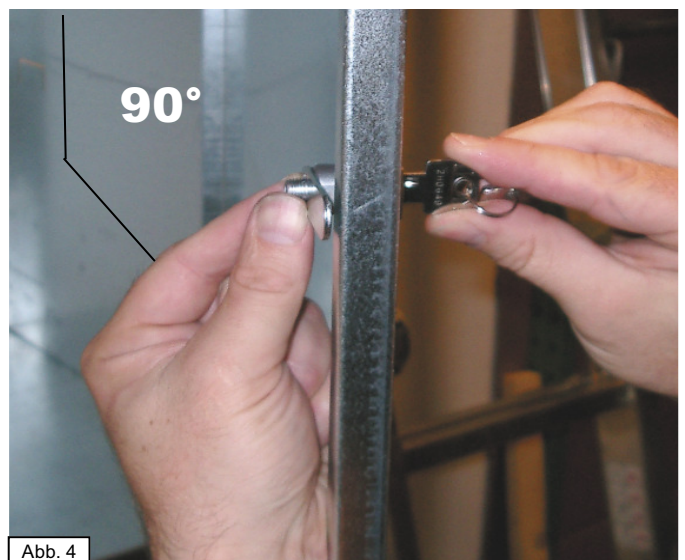

Abb. 4
- 2.) 2 Schlüsselschrauben Nr. 14 mit Unterlagsscheiben Nr. 13 soweit einschrauben, dass anschliessend die beiden Seitenteile Nr. 1 noch eingehängt werden können. Bodenblech Nr. 2 ,(Umbug nach unten, Gewindetüllen nach vorne), einfügen und mit Befestigung Nr. 8+9 verschrauben. Wandschrauben noch nicht festziehen. Die 4 Ausklinkungen an den Seitenwänden mit Schraubenzieher leicht nach innen biegen. (Abb. 4). (Untere Ausklinkungen für separat erhältliche, zusätzliche Tablare.)
5. Aufsetzen des Riegels. Abb. 4 (Schlüssel Senkrecht; Riegel Horizontal)